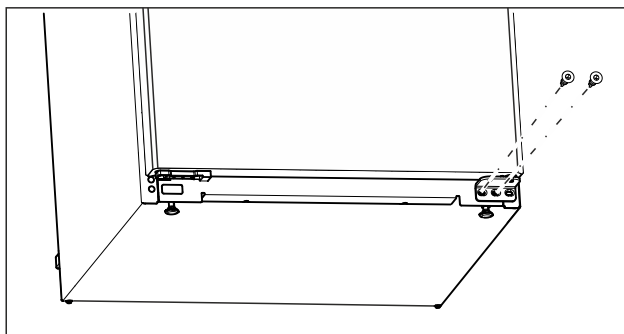

Fig. 10
- ▶ Draai de middelste schroef op de onderste lagersteun los met een Torx 20-schroevendraaier. (zie Fig. 10)
- ▶ Draai de binnenste schroef van de onderste lagersteun los met een Torx 20-schroevendraaier. (zie Fig. 10)